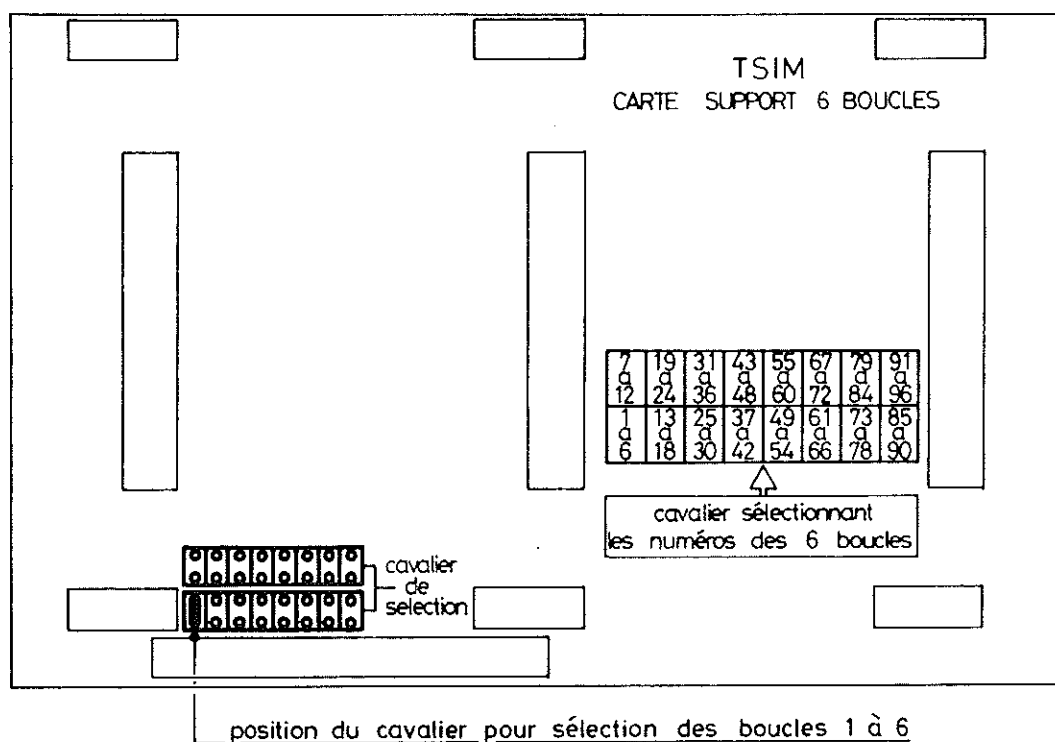

fig 2
- 3 - Vérifier la présence et le positionnement des cavaliers des "cartes support 6 boucles", suivant le schéma imprimé sur la carte ( Fig. 2).